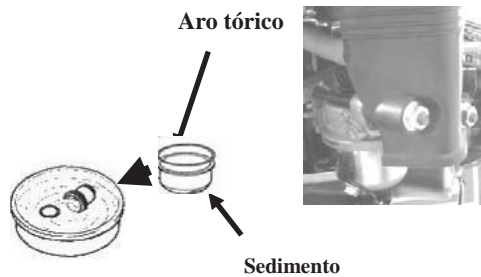

Figura 43
4. Limpieza de la cámara de sedimentación (Figura 43)